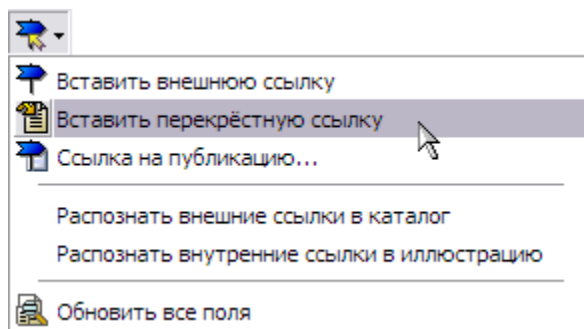

Рис. 5.216
2. На инструментальной панели **Объекты** нажмите на кнопку **Ссылки и поля**  (Рис. 5.216).